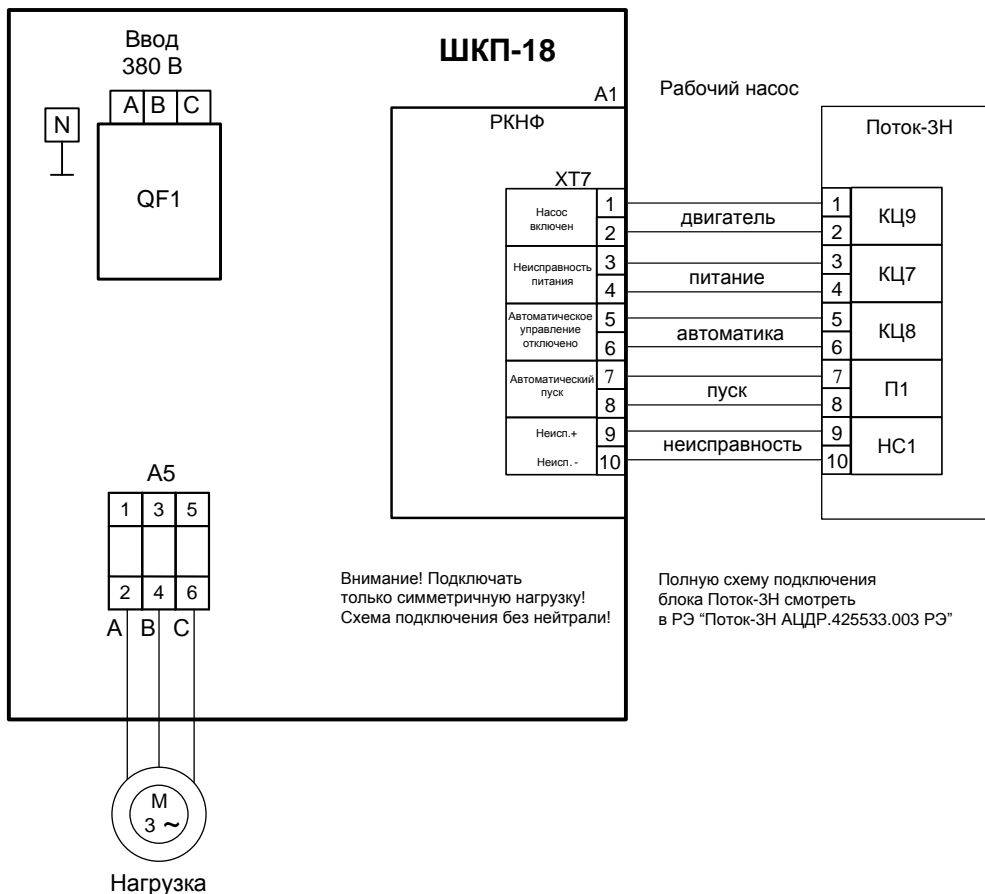

Рисунок 3. Вариант подключения шкафа при эксплуатации с трехфазной нагрузкой и блоком Поток-3Н
- 3) подключить к шкафу провода питающего сетевого напряжения, цепей нагрузки и контроля состояния согласно схеме электрической рис. 3, 4;
- Максимально допустимое отклонение напряжения выставляется потенциометром 2 (см. рис. 3). $\Delta U_{\text{ном}}$ определяет одновременно верхний и нижний пороги срабатывания. Таким образом, входное напряжение будет считаться допустимым в диапазоне от $(220 - \Delta U_{\text{ном}})$ В до $(220 + \Delta U_{\text{ном}})$ В. $\Delta U_{\text{ном}}$ может принимать значения от 0 В (крайнее левое положение потенциометра) до 80 В (крайнее правое положение потенциометра).
- Время интегрирования неисправности (время задержки срабатывания) выставляется регулятором 3 (см. рис. 3). t_c определяет время накопления неисправности (восстановления) и может принимать значения от 0 с (крайнее левое положение потенциометра) до 16 с (крайнее правое положение потенциометра).